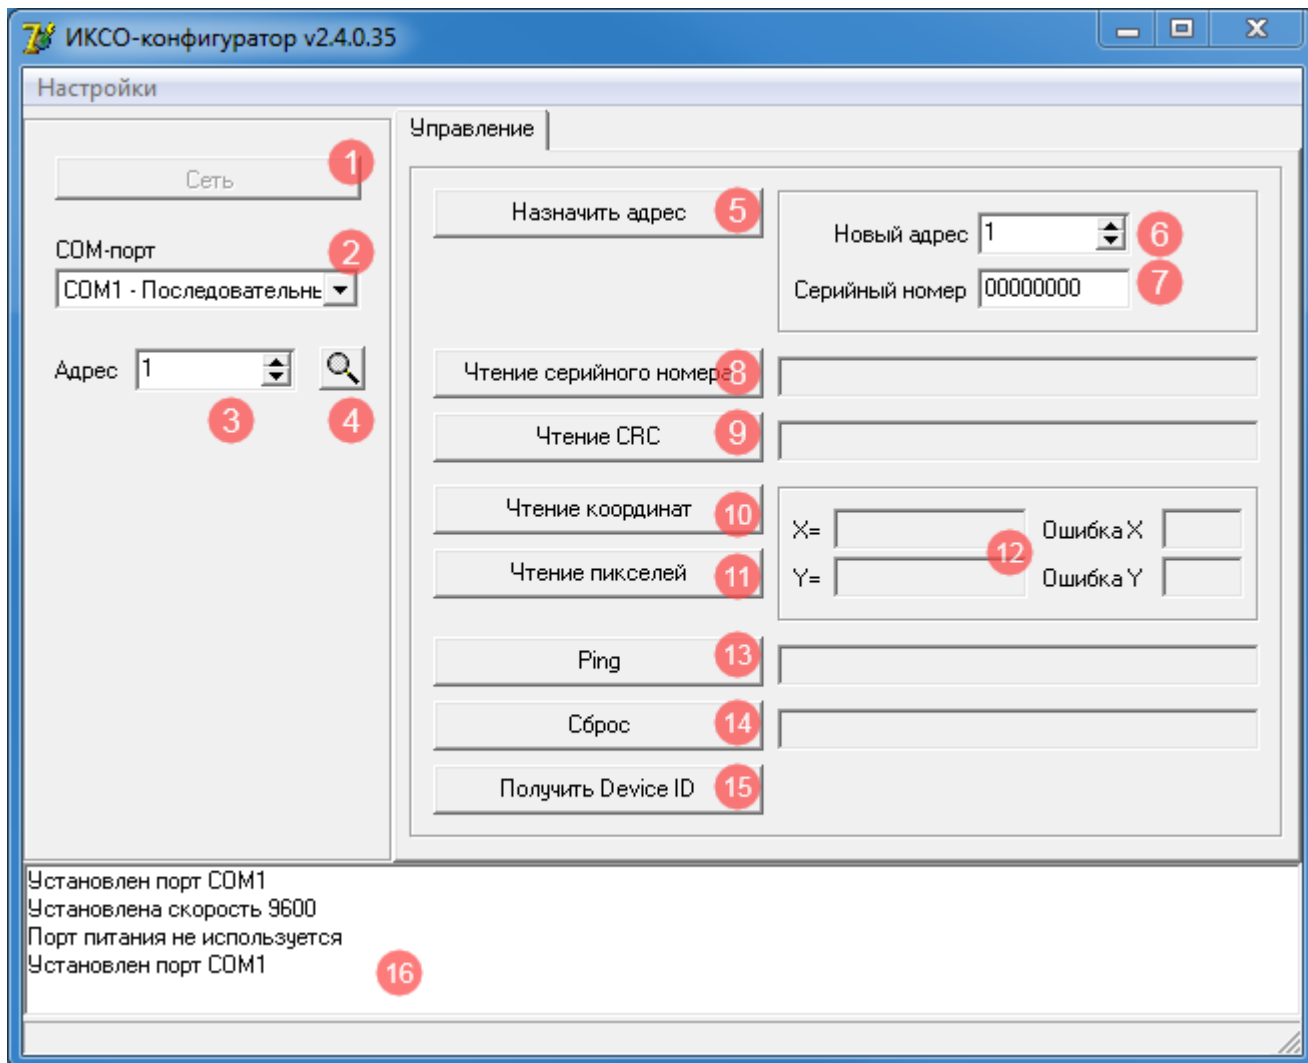
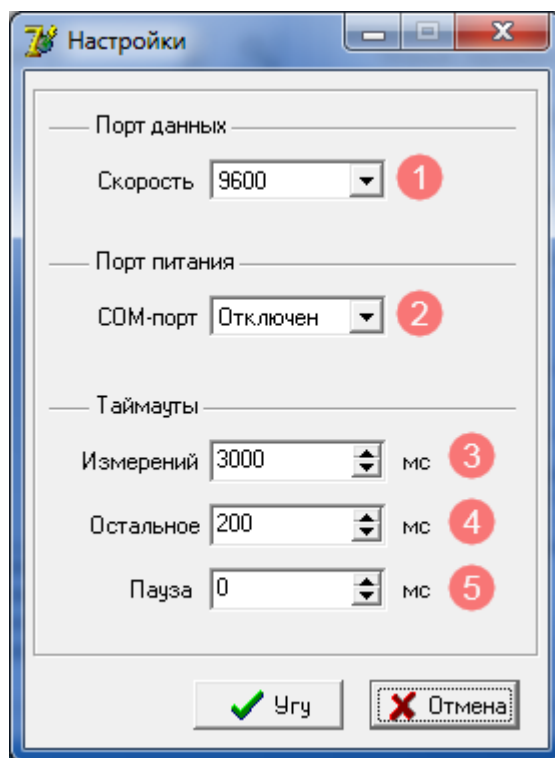

Рисунок 1 – Главное окно программы
Рисунок 2 –Окно настроек программы
Для работы с программой сначала необходимо настроить её параметры. В окне настроек (Рисунок 2) необходимо выбрать скорость обмена по порту (1). Предприятием-изготовителем скорость обмена на всех датчиках установлена в 9600. Порт включения питания (2) и кнопка «Сеть» (Рисунок 1, пункт 1) необходимы для дистанционного включения датчиков в системах с удалённым управлением подачи напряжения. Таймаут измерений (3) используется только в относительно долгой команде «Чтение координат» (Рисунок 1, пункт 10). Значение в 3000 мс будет для неё достаточным. Для всех остальных команд используется короткий таймаут (4), который в основном определяется линией связи и преобразователями в ней. Пауза (5) между командами используется только при групповых измерениях.
В главном окне (Рисунок 1) выбираем порт связи (2) и адрес опрашиваемого датчика (3). Так как при изготовлении измерителей каждому присваивается один и тот же адрес, равный 1, то при работе датчиков в системе каждому датчику необходимо назначить свой уникальный адрес (вернее, уникальными должны быть комбинация порт-адрес). Для этого в поле «Новый адрес» (6) вводится число от 1 до 247, а в поле «Серийный номер» (7) вписывается идентификатор измерителя, которому назначается новый адрес. Идентификатор (ID) нанесён на прибор и состоит из восьми цифробуквенных символов (0-9, A-F), которые и надо ввести в данное поле (без учёта знаков тире). Затем кнопкой «Назначить адрес» датчику посылается соответствующая команда, на которую ответ не приходит! Для проверки успешного назначения адреса датчику необходимо послать любую команду и дождаться ответа от него.